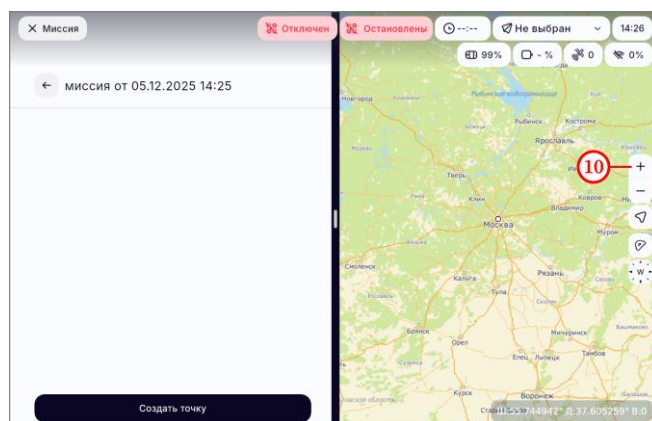

Рисунок 47
- увеличить масштаб карты по нажатию кнопки , расположенной в правой части экрана (рисунок 47, шаг 10);